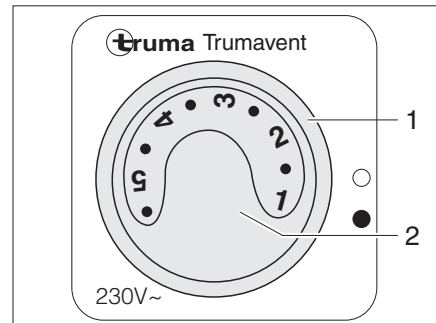

Bild 102 Bedienschalter für Umluftgebläse (230 V)
- Den Drehschalter (Bild 102,1) auf "●" stellen.
- Mit dem Drehknopf (Bild 102,2) die gewünschte Leistung des Umluftgebläses einstellen.
- Den Drehschalter (Bild 102,1) auf "○" stellen.